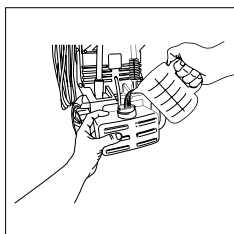
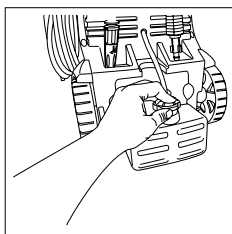

Fig.11
Fig.12
- Lorsque vous utilisez le détergent, remplissez-le avec un détergent ou un nettoyant correctement formulé avec une proportion d'eau conformément aux instructions sur l'emballage (Fig. 11). Le réservoir de détergent est livré avec une paille qui est vissée sur le dessus. Si vous ne voyez pas la paille, regardez à l'intérieur du réservoir et placez-le sur le dessus vissé (Fig. 12).